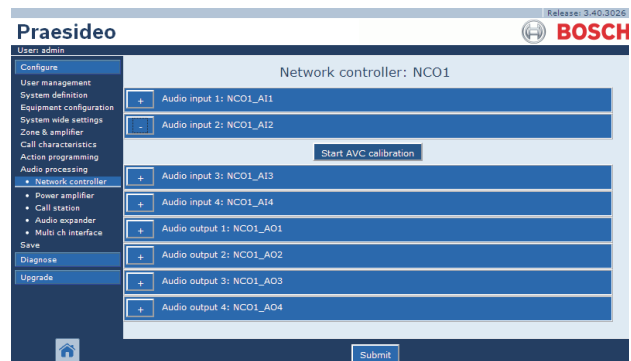

abbildung 50.2: Schaltfläche AVC-Kalibrierung
- 9 Gehen Sie auf die Seite *Audio processing* des Audioeingangs, an den das Messmikrofon angeschlossen ist. Es erscheint ein Bildschirm, der dem in abbildung 50.2 ähnelt.